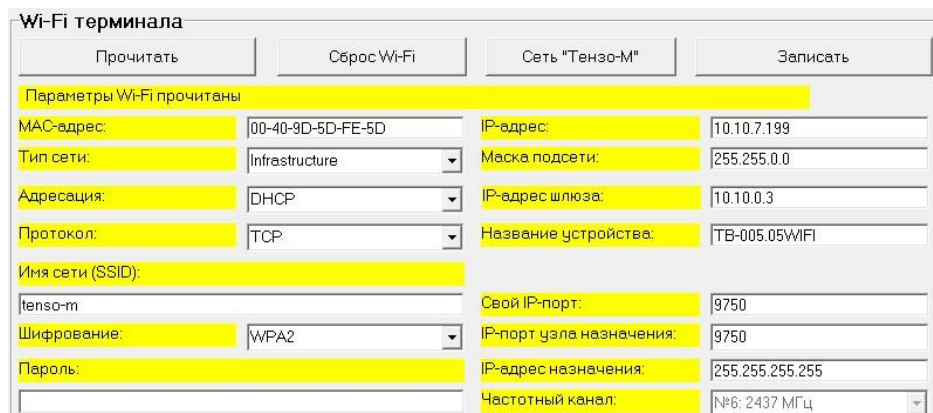

Рис. 6.3. Значения параметров Wi-Fi.
6.4. Нажмите на кнопку **«Прочитать»** и Программа прочтает и отобразит на дисплее текущие значения параметров Wi-Fi, см. рис. 6.3.